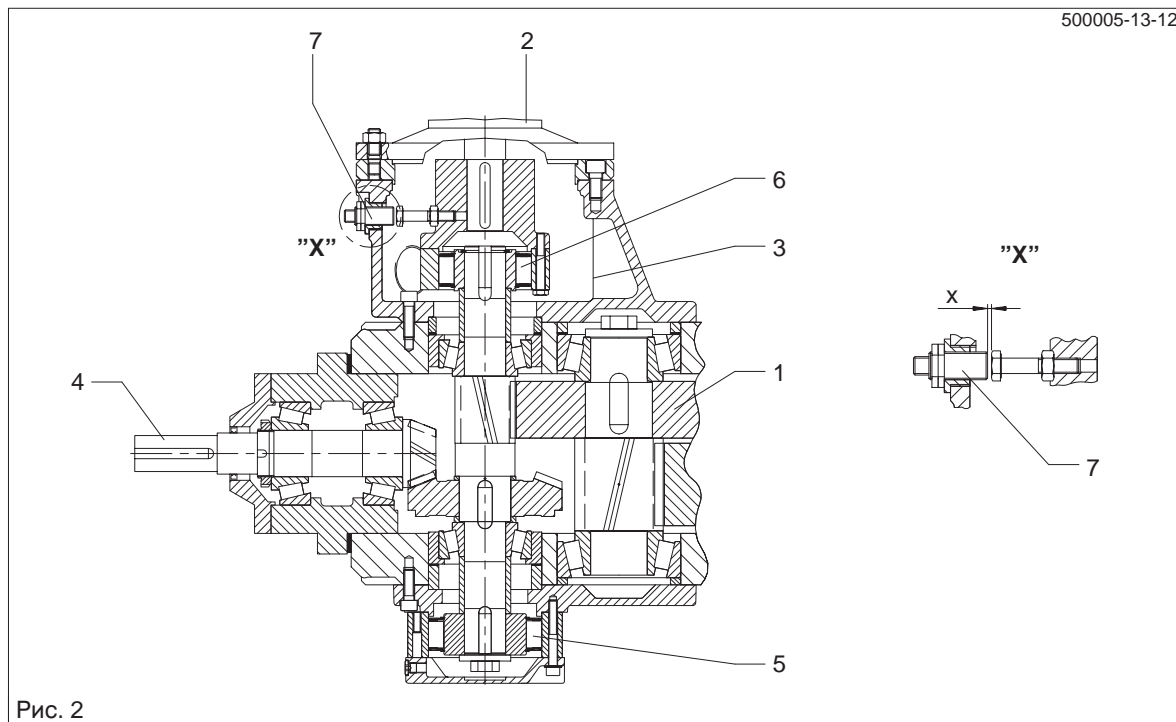

Рис. 2
Для исключения завышенных чисел оборотов при функциональных неполадках муфты свободного хода, на основе безопасности, клиенту следует на комбинации привода установить реле контроля скорости вращения. Реле контроля скорости вращения состоит из одного импульсного датчика, который крепится в промежуточном фланце (Рис. 2) и из прибора для преобразования непрерывных величин в дискретные.
**Указание:** В промежуточном фланце, на соответствующем месте, изготовитель предусмотрел резьбовое отверстие размером M12x1 для крепления импульсного датчика подготовленного со стороны клиента. Размер «х» зависит от данных изготовителя прибора (см. Рис. 2). Импульсный датчик должен отвечать предъявляемым условиям «примыкания по одной плоскости».